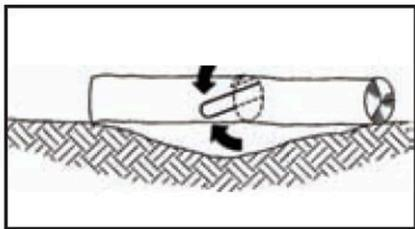

Fig. 4C
3. Tronco apoyado en ambos extremos: Primero, doble 1/3 del diámetro del tronco para evitar que se astille. En segundo lugar, baje para llegar al primer corte y evitar pellizcos (Fig. 4C).